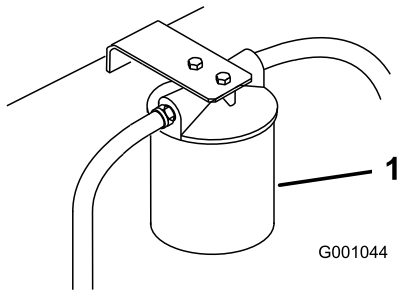

Figura 99
3. Coloque un recipiente bajo el filtro, retire el filtro usado y limpie con un paño la superficie de la junta del adaptador del filtro (Figura 99).